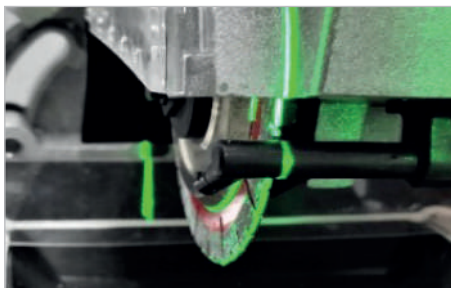

рис.8
7.4 Результат регулировки лазерного указателя — луч проходит по центру диска. Каретка расположена в точке максимального удаления от лазерного указателя.(рис.8)